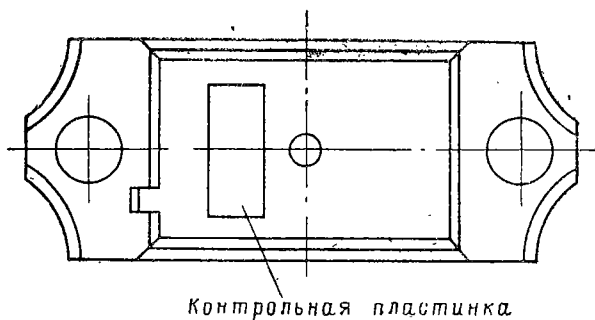

Рис. 53. Установка контрольной пластинки
4. Смазать маслом и установить на крышку шатуна контрольную пластинку (рис. 53) толщиной 0,06 мм.